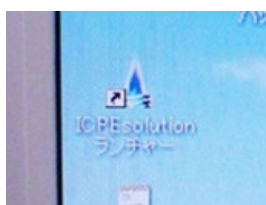

図 79
- ① PC デイスプレーの「ICPE-9000 ランチャー」をダブルクリックします。 図 79